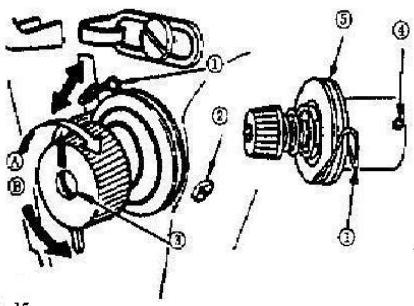

Рис. 15
- Повернув винт регулятора натяжения (2) по часовой стрелке (в направлении С), Вы усилите натяжение нити в шпульке.
9. ПРУЖИНА НИТЕПРИТЯГИВАТЕЛЯ (Рис. 15).